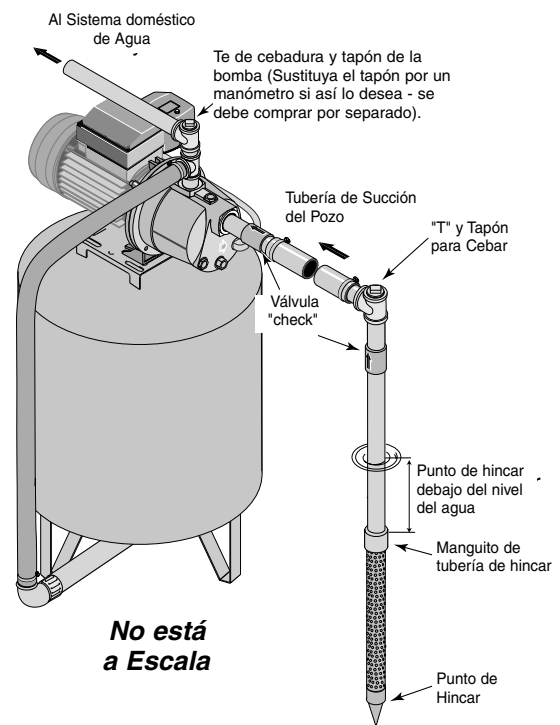

Figura 1 - Instalación del Punto de Hincar
### INSTALACION DEL PUNTO DEL POZO (PUNTO DE HINCAR) (FIGURA 1)
3. Utilice el menor número de conexiones posible (especialmente codos) al conectar la tubería desde el punto del pozo al orificio de succión de la bomba. La tubería de succión debe ser por lo menos del mismo tamaño que el orificio de succión en la bomba (incluya una válvula "check" si su equipo no está equipado con una) - Vea la Figura 1. Soporte la tubería para que no haya inclinaciones verticales o hundimientos en ella a fin de que no se ejerza tensión sobre el cuerpo de la bomba y con el propósito de que no se incline ligeramente hacia arriba desde el pozo hacia la bomba (los puntos altos pueden ocasionar que se formen bolsas de aire que pueden bloquear la bomba). Selle las juntas de la tubería de succión con cinta de teflón o con un compuesto a base de teflón especial para las juntas de las tuberías. Las juntas deben de ser a prueba de agua y estar herméticamente cerradas. **Si la tubería de succión pudiera succionar aire, la bomba no podría sacar agua del pozo.** Si un punto de pozo no proporciona suficiente agua, considere la posibilidad de conectar dos o tres puntos de pozo a una tubería de succión.